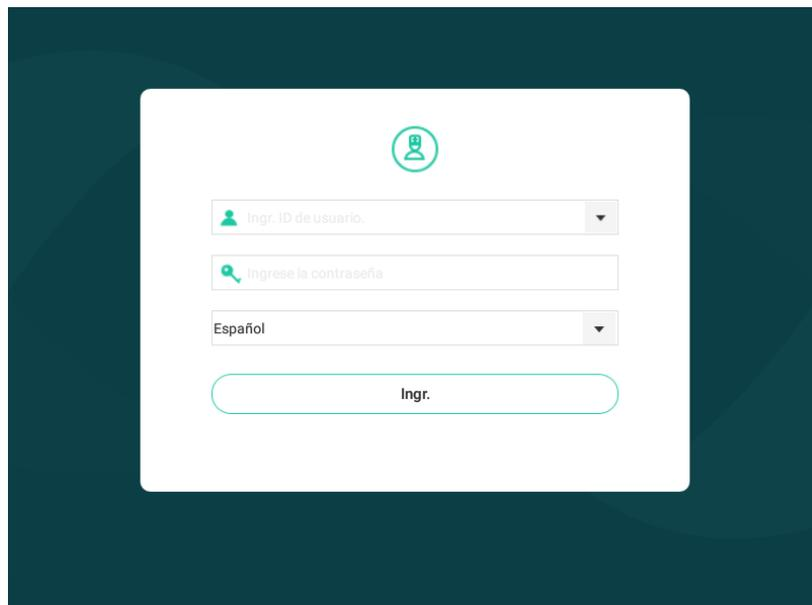

Imagen 4-1 Ingreso
1. Presione el botón **Encendido/Apagado** debajo de la pantalla táctil para encender el analizador. A continuación, el sistema mostrará la pantalla de ingreso, como se visualiza en la Imagen 4-1.